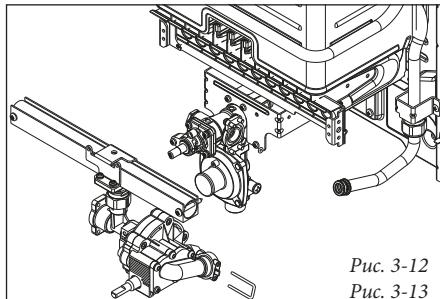

Рис. 3-12
- снимите зажим на трубе холодной воды (рис. 3-12);